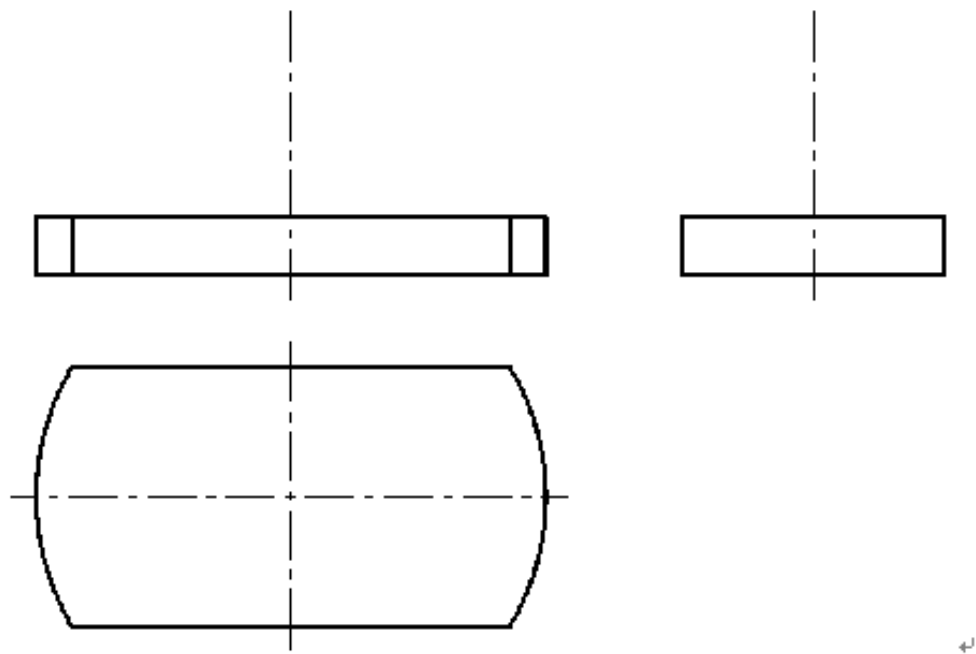

图 3-13 绘制底板外形三视图
①绘制底板外形三视图。
- 绘制中心线, 使其超出轮廓线 $3\sim 5\text{mm}$, 如图 3-13 所示。